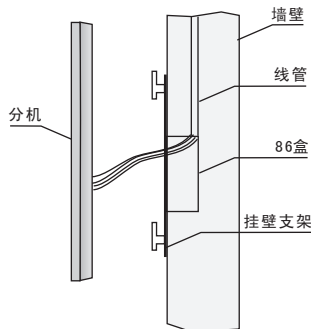

图 4
4. 接好分机线，将分机底部的挂墙口对准挂壁支架挂钩按入并向下拉至稳固（见图4）。